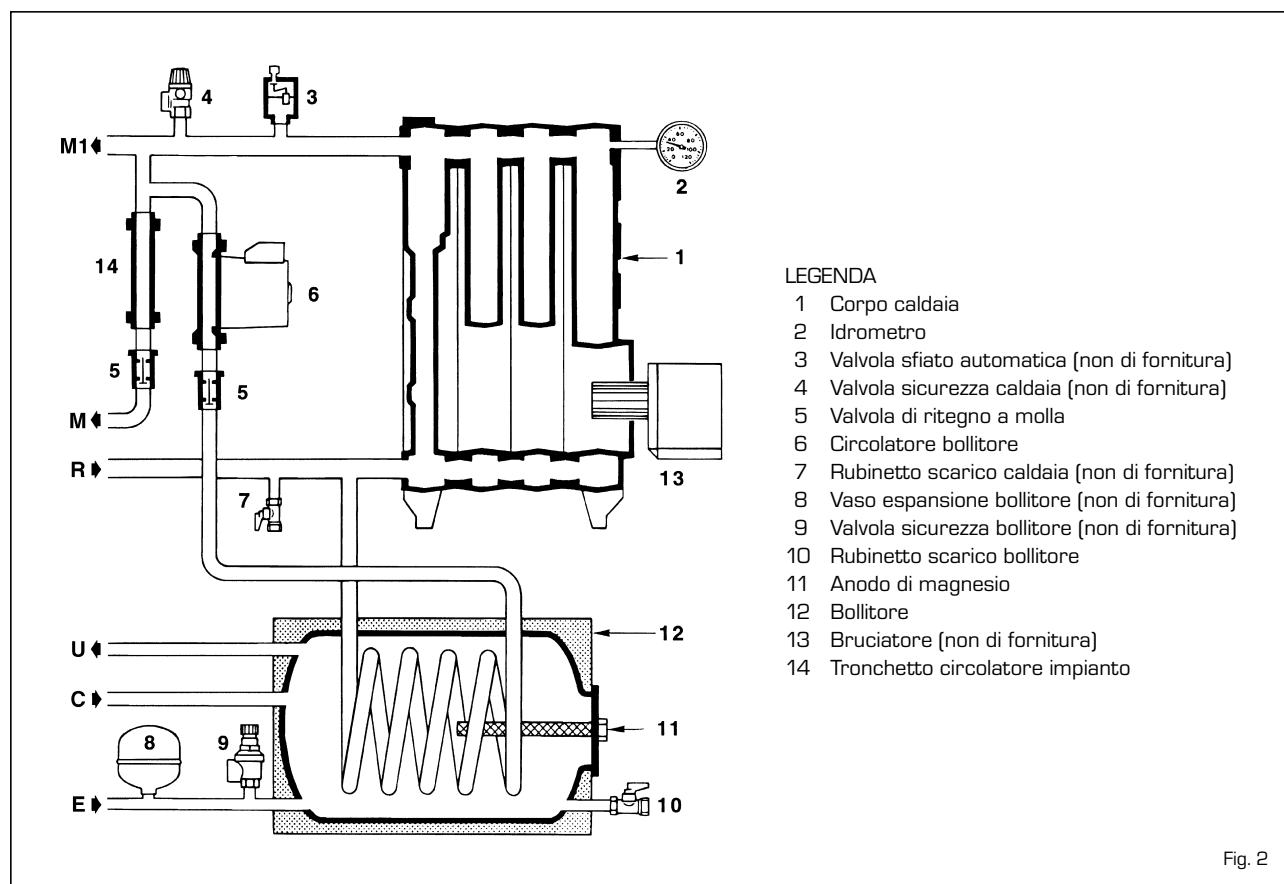

Fig. 2
Per garantire la funzionalità della caldaia è necessario montare sul manico da 3/8" del tubo mandata riscaldamento una valvola di sfogo aria automatica (3 fig. 2), e sul manico da 1/2" una valvola di sicurezza tarata 3 bar (4 fig. 2).
Provvedere inoltre al montaggio di una valvola di sicurezza tarata 7 bar (9 fig. 2) da applicare sulla tubazione entrata acqua sanitaria del bollitore, per evitare che eventuali sovrappressioni ne
Nel caso la valvola di sicurezza del bollitore intervenga di frequente montare sul circuito sanitario un vaso di espansione (8 fig. 2) avente capacità 5 litri e pressione massima di esercizio 8 bar. Il vaso dovrà essere con membrana in gomma naturale "caucciù" adatta per usi alimentari.
La pompa riscaldamento può essere installata sul retro della caldaia in sostituzione del tronchetto di collegamento (14 fig. 2).
**Per facilitare questa operazione posizionare orizzontalmente l'intaglio della vite di sblocco della valvola di ritegno (5 fig. 2).**